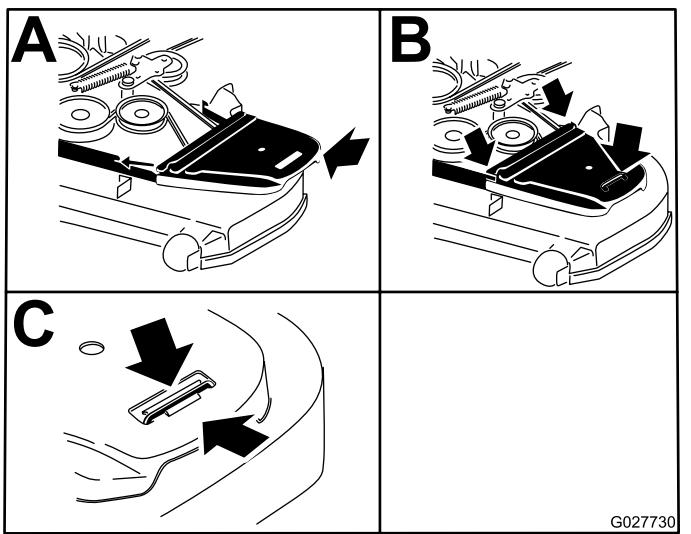

Figura 87
9. Instale las cubiertas de la correa (Figura 87).